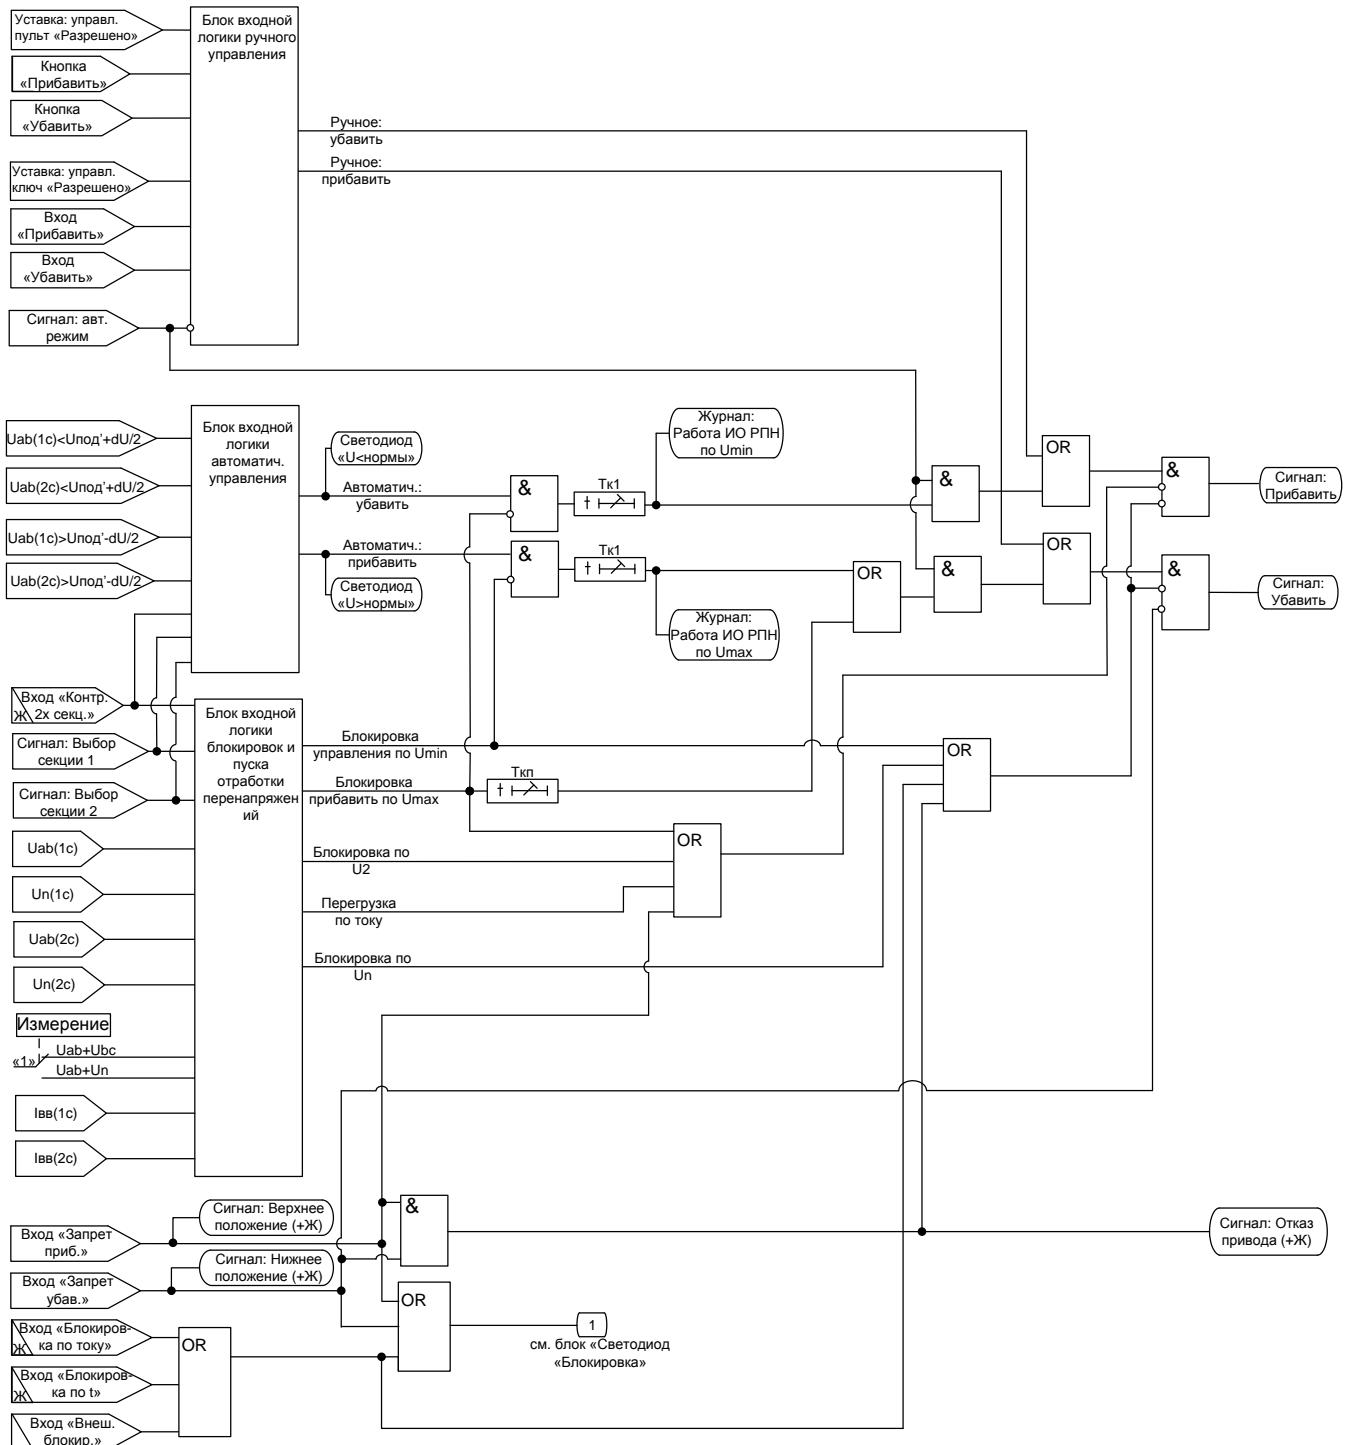

Рисунок 5.1 – Логика формирования команд управления.
**Блокировки.** Наличие любого сигнала внешней блокировки («Внеш. блок.», «Блокировка по току», «Блокировка по  $t$ ») запрещает формирование команд «Прибавить» и «Убавить», формируется сигнал «Блокировка» (см. рис. 5.1). При снятии сигналов внешней блокировки пропадает сигнал «Блокировка», разрешается регулирование.
Если обнаружен сигнал от нижнего концевого выключателя (на входе «Запрет убавить»), то запрещается выдача команды «Убавить», формируется сигнал «Блокировка» (см. рис. 5.1). При снятии сигнала от концевого выключателя снимается сигнал «Блокировка».
Если обнаружен сигнал от верхнего концевого выключателя (на входе «Запрет прибавить»), то запрещается выдача команды «Прибавить», формируется сигнал «Блокировка» (см. рис. 5.1). При снятии сигнала от концевого выключателя снимается сигнал «Блокировка».
При одновременном наличии сигналов на дискретных входах «Запрет прибавить» и «Запрет убавить» регулировка напряжения полностью запрещается, формируются сигналы «Блокировка», «Отказ привода», «Сигнализация». Регулятор деблокируется, когда будут сняты оба сигнала (см. рис. 5.1).
**Внутренняя блокировка по току.** Если в регулируемой секции ток ввода  $I_{vv} > I_{max}$ , то запрещается выдача команды «Прибавить», формируется сигнал «Блокировка», через время контроля перегрузки по току  $T_{cr}$  формируются длительный сигнал «Перегрузка» и импульсный сигнал «Сигнализация» (см. рис. 5.1). Сигналы «Блокировка» и «Перегрузка» сбрасываются, когда ток уменьшается ниже  $0,95 I_{max}$ .
**Внутренняя блокировка по  $U_2$ .** Если в регулируемой секции напряжение  $U_2$  превышает уставку, то регулирование запрещается, формируется сигнал «Блокировка» (см. рис. 5.1). При снижении напряжения ниже 98% порогового значения пропадает сигнал «Блокировка», разрешается регулирование.
**Работа при достижении  $U_{min}$ .** Если в регулируемой секции действующее значение напряжения меньше  $U_{min}$ , то запрещается регулирование, формируется длительный сигнал «Блокировка» и импульсный сигнал «Сигнализация» (см. рис. 5.1). При повышении напряжения выше  $1,02 U_{min}$  сбрасывается сигнал «Блокировка», разрешается регулирование.
Если условие (2) выполняется, то спустя время Тк1 формируется сигнал «Прибавить» (см. рис. 5.1).
**Программа понижения напряжения.** Если выполняется условие (3), то включается светодиод «U>нормы», запускается таймер Тк1 (задержка формирования первичной команды на управление приводом). В течение этого времени контролируется выполнение условия (3). Если условие (3) не выполняется, то сбрасывается подсчет Тк1 и выключается светодиод «U>нормы». Если условие (3) выполняется, то спустя время Тк1 формируется сигнал «Убавить» (см. рис. 5.1).
**Программа отработки перенапряжений.** Если обнаружено перенапряжение  $U_{изм} > U_{max}$ , то включается светодиод «U>нормы», запрещается выдача команды «Прибавить», формируются длительный сигнал «Блокировка» и импульсный сигнал «Сигнализация», запускается подсчет выдержки времени Ткп (задержка формирования команды управления при отработке перенапряжения). Если спустя это время перенапряжение сохраняется, то формируется команда «Убавить». Переключения будут продолжаться до тех пор, пока выполняется условие (3), т. е. пока напряжение не вернется в зону нечувствительности. При  $U_{изм} < U_{max}$  сбрасывается сигнал «Блокировка».